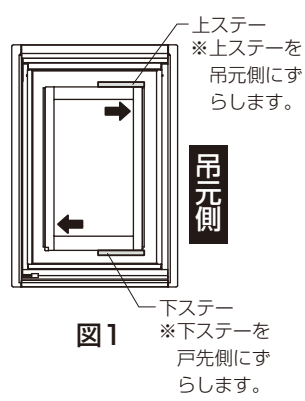

図1
- ※上・下のステーの固定穴は長穴になっています。戸先が下がっている場合は、図1のようにステーの位置を調整してください。